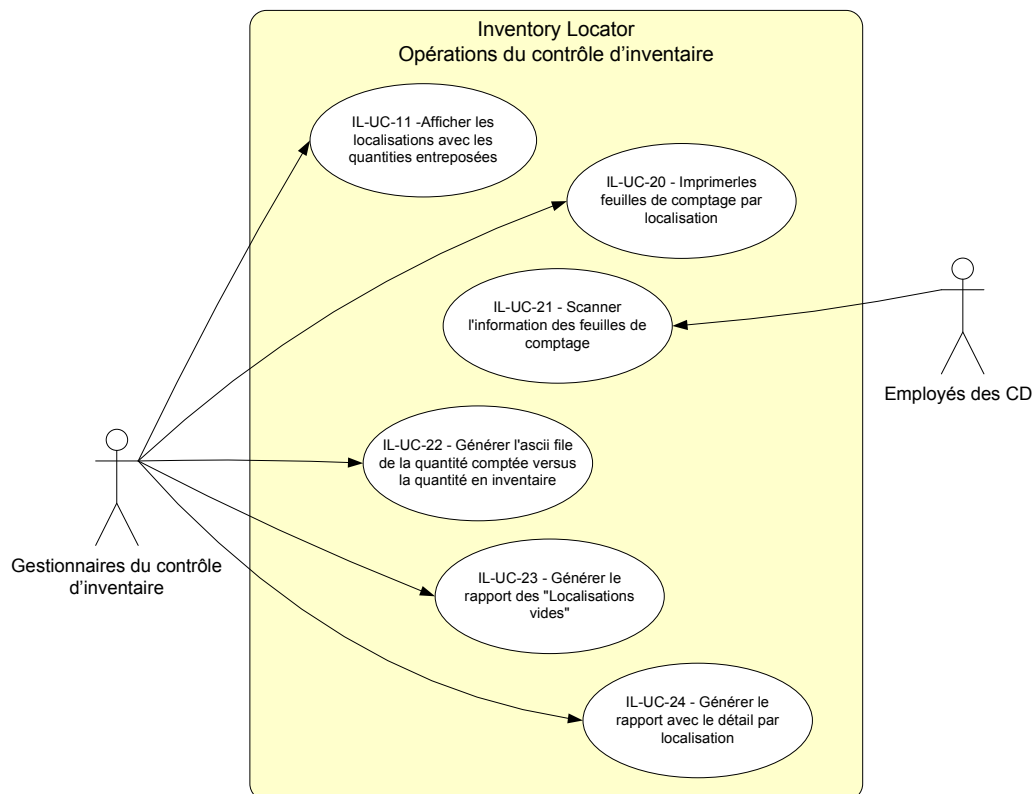

Figure 5 : Opérations du contrôle d'inventaire
4. Les opérations du contrôle d'inventaire reliées à l'inventaire (Voir figure5).